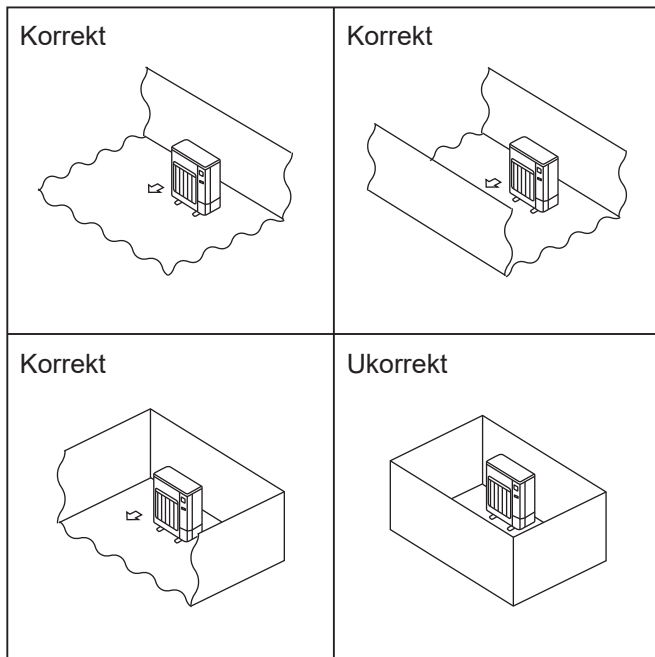

Fig. 2-2
- Ⓞ Installer udendørsenheder på et tilstrækkeligt stort område, hvor mindst én af enhedens fire sider ikke er blokeret, og hvor der ikke er fordybninger. (Fig. 2-2)